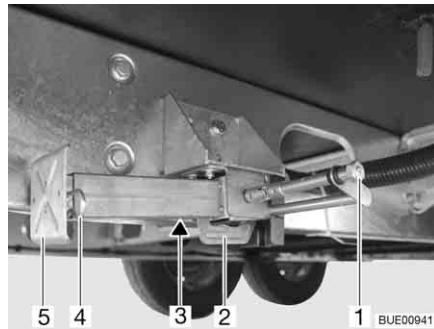

Bild 24 Stödben
- Placera hylsnyckeln på sexkanten (Bild 24,1) och vrid runt den tills stödbenet står rakt neråt.
- När längden på stödbenet kan justeras, dras sprinten (Bild 24,4) ut ur stödbenets förlängning (Bild 24,5).
- Placera hylsnyckeln på sexkanten (Bild 24,1) och vrid runt den tills stödbenet inte längre sitter mot marken.
- Skjut in stödbensförlängningen (Bild 24,5) helt och sätt in sprinten (Bild 24,4) i borrhålet på stödbensförlängningen.
- Vrid sexkanten (Bild 24,1) tills stödbenet svängs uppåt och spåret (Bild 24,2) är helt vid slutet av skåran (Bild 24,3).